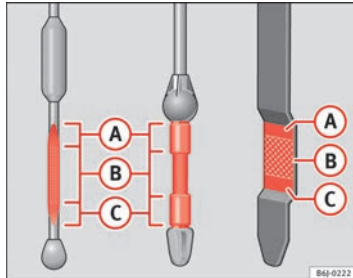

Abb. 162 Ölmesstab
- Den Messstab anschließend wieder herausziehen und den Ölstand ablesen ⇒ Abb. 162. Füllen Sie gegebenenfalls Motoröl nach.